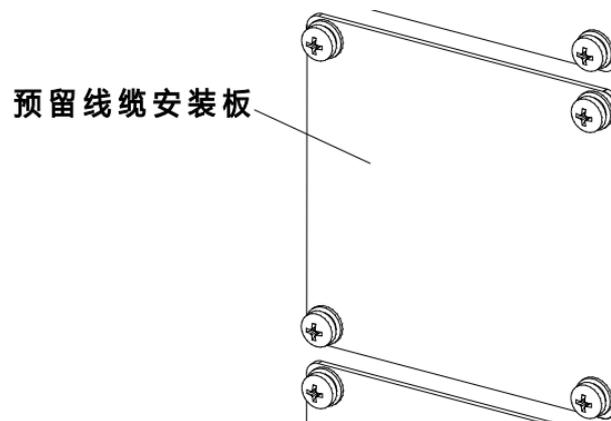
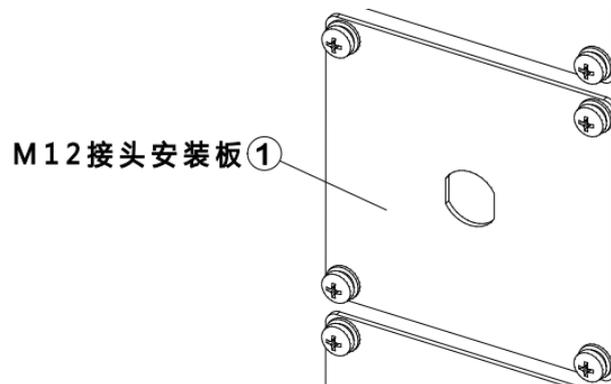

图 21-37 预留线缆安装板
图 21-38 M12 接头安装板
步骤1. 用十字螺丝刀将原本的预留线缆安装板 (参考图 21-37) 拆下, 将① M12 接头安装板 (参考图 21-38) 安装在柜体上。